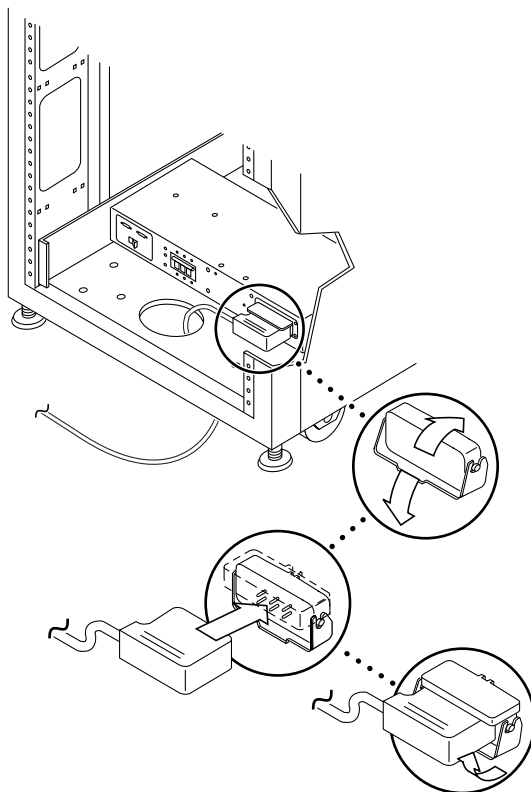

FIGURE B-6 Connexion des câbles d'alimentation
4. Connectez chaque câble d'alimentation aux séquenceurs d'alimentation avant et arrière (FIGURE B-6) :